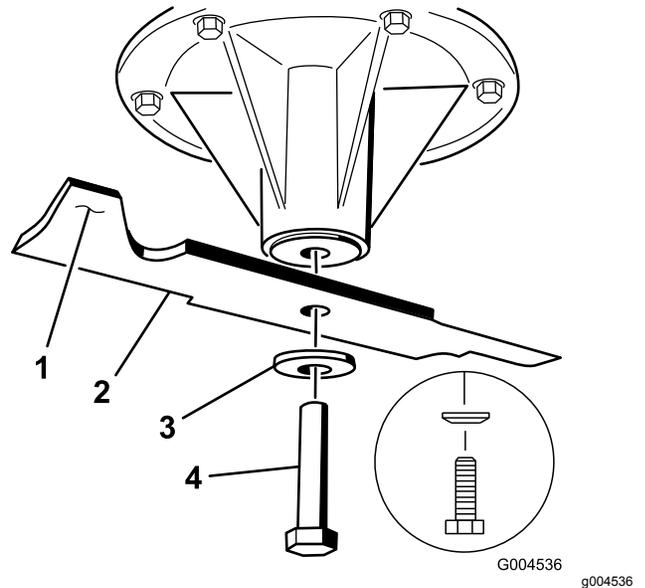

Bild 115
3. Nehmen Sie die rechte Messerschraube (Schraube mit Linksgewinde), Wellenscheibe und das Messer von der Spindelwelle ab (Bild 115).
2. Nehmen Sie die linke und mittlere Messerschraube, die Wellenscheibe und das Messer von der Spindelwelle ab (Bild 115).
- Befestigen Sie die linke und mittlere Messerschraube, die Wellenscheibe und die Messerschrauben an den Spindelwellen (Bild 116 und Bild 115).
Hinweis: Der Konus der Wellenscheibe muss bei der Installation in Richtung Schraubenkopf zeigen (Bild 115).
2. Befestigen Sie das rechte Messer, die Wellenscheibe und die Messerschraube (Schraube mit Linksgewinde) an der Spindel (Bild 116 und Bild 115).